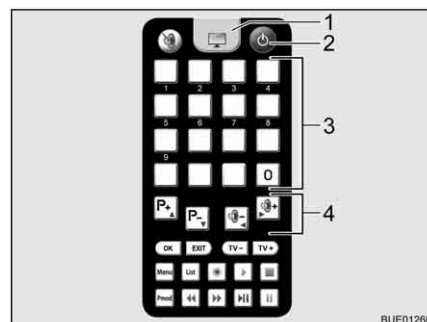

Bild 24 Fjärrstyrning
- Tryck på knappen "⏻" (Bild 24,2) på fjärrstyrningen. Parabolantennen lämnar viloläget och växlar till sökläge. När systemet har hittat satelliten ljuder en akustisk signal.
- Ställ in den önskade sändaren via lagringsknapparna (Bild 24,3) eller funktionsknapparna (Bild 24,4).